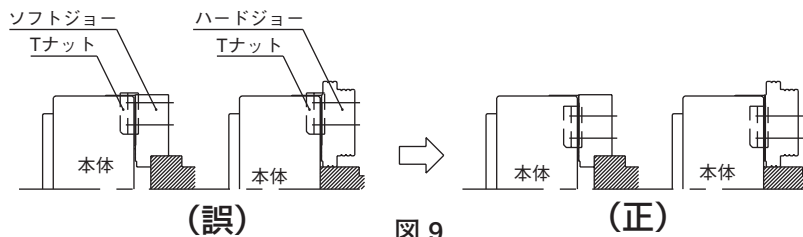

図 9
- Tナットはマスタジョーより飛び出さない状態で使用すること。(図9参照)